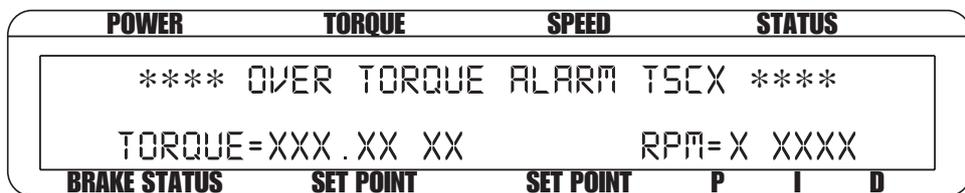

Bild 6-12 Anzeige bei Überschreiten des Maximaldrehmoments
- B. Ist das Drehmoment höher als 120% des eingegebenen Maximaldrehmoments oder während mehr als 5 s wie unter Punkt A beschrieben, so blinkt die Meldung “OVER TORQUE ALARM TSCX” auf der Anzeige des DSP6001-Controllers (siehe Bild 6-12). Gleichzeitig ertönt ein Bip-Signal. Der Alarmrelaiskreis wird geöffnet und der Erregerstrom wird während 3 s auf den vorherigen Wert gehalten und fällt dann auf Null.